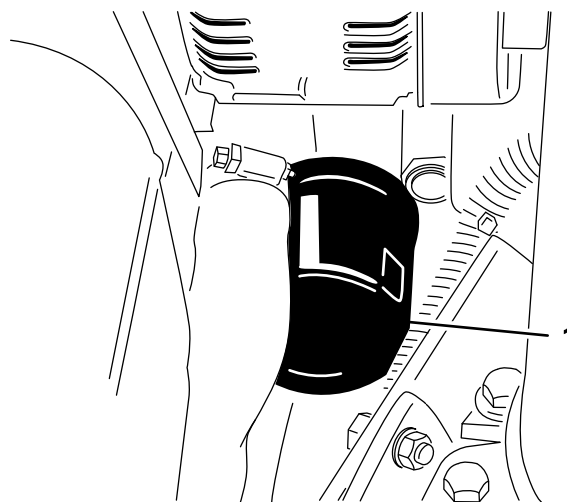

**Figura 47**
1. Retire o tampão de escoamento (Figura 47) e deixe o óleo escorrer para um recipiente adequado. Quando o óleo parar, volte a montar o tampão de escoamento.